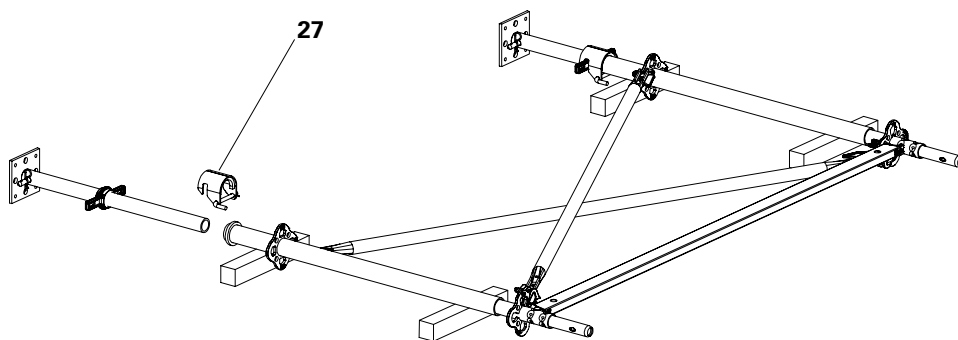

Fig. A3.07a
3. Inserire gli alberi di base pronti nei montanti di base (25) e fissare con il dispositivo di sicurezza per piastra di base (27). (Fig. A3.07a)